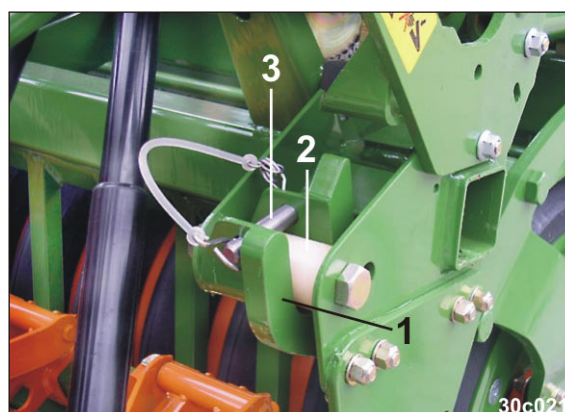

Рис. 110
4. Опорные втулки (Рис. 110/2) должны попасть в захватные гнезда (Рис. 110/1).
6. Зафиксируйте соединения пальцами (Рис. 110/3) и застопорите пружинными фиксаторами.